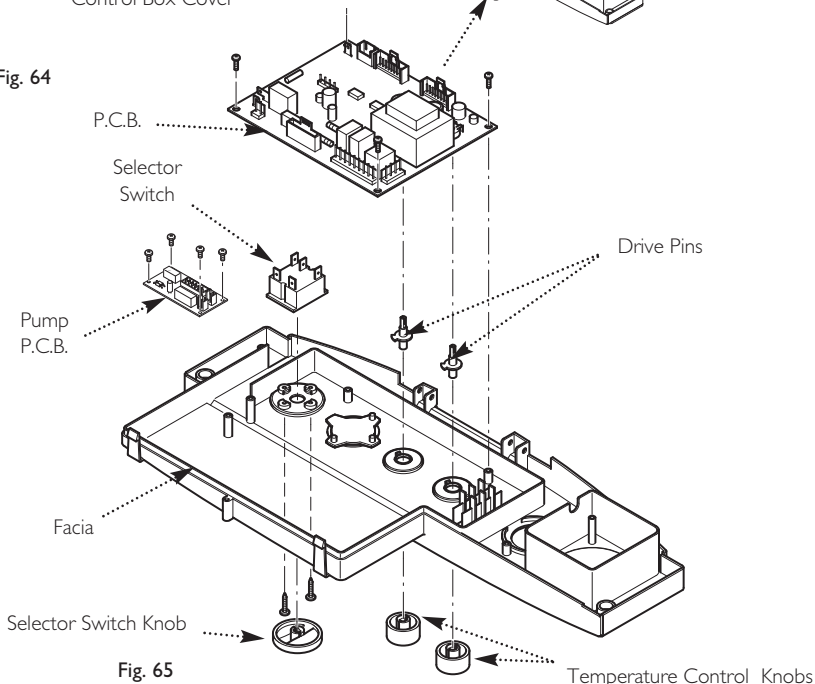

Fig. 65
13.21 Selector Switch (Fig. 65)